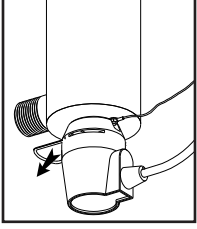

FIGURE 2A
2. Intermittamment, l'alimentation électrique et laissez le processus de mise hors-tension s'exécuter pendant 30 secondes. Enlever le connecteur en retirant la bague métallique de retenue (Figure 2A) du corps du connecteur. Enlever le connecteur et retirer la lampe de la chambre du réacteur. Lorsque la lampe devient visible, séparer la lampe du connecteur (Figure 2B). Il suffit de séparer les deux composants – ne pas effectuer un mouvement de torsion entre la lampe et le connecteur. Éviter de toucher la surface de verre de la lampe. Il est acceptable de manipuler la lampe par les extrémités de céramique; cependant, s'il est nécessaire de toucher le tube de verre, porter des gants ou utiliser un linge doux. Retirer complètement la lampe de la chambre du réacteur, en veillant à ne pas incliner la lampe par rapport au réacteur; si la lampe est inclinée, une pression est exercée à l'intérieur du manchon de quartz, et ceci provoquera le bris du manchon.